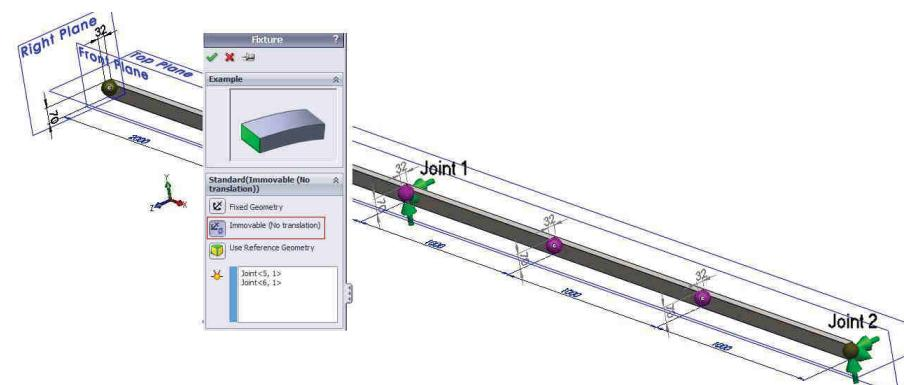

Fig. 6.7
- Click dreapta pe ramura **Fixtures** și selectie **Fixed Geometry**, fig. 6.7.
- Right-click the **Fixtures** folder and select **Fixed Geometry**, fig. 6.7.